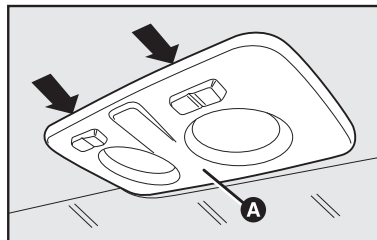
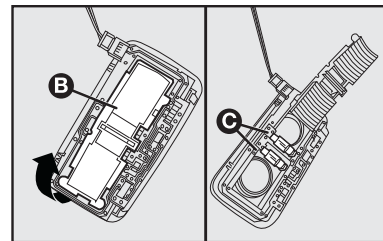

fig. 28
fig. 29
- atuar nos pontos indicados pelas setas e remova a plafoniera **A-fig. 28**, cuidando para não danificar o revestimento do teto e a plafoniera com a ferramenta;
- abrir a portinhola de proteção **B-fig. 29**;
- substituir as lâmpadas **C-fig. 29**, liberando-as dos contatos laterais e certificando-se que as novas lâmpadas estejam corretamente bloqueadas entre os contatos;
- fechar a portinhola **B-fig. 29** e fixe a plafoniera **A-fig. 28** no próprio alojamento certificando-se do bloqueio.